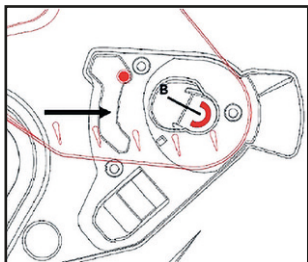

Fig. 2
- 1.4 Pour remonter la visière transparente, positionner le pivot **B** d'appui sur le mécanisme de la visière et glisser le dans son logement jusqu'à ce qu'il s'enclenche. (Fig.2)
- 1.4 Para volver a fijar la visera transparente, coloque el pivote en el mecanismo de la visera y deslícelo hasta que quede enganchado **B**. (Fig. 2)